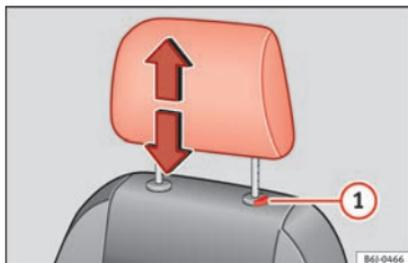

Fig. 141 Appui-tête avant : réglage ou démontage.
- Appuyez sur la sécurité **1** » **fig. 141** et retirez l'appui-tête.